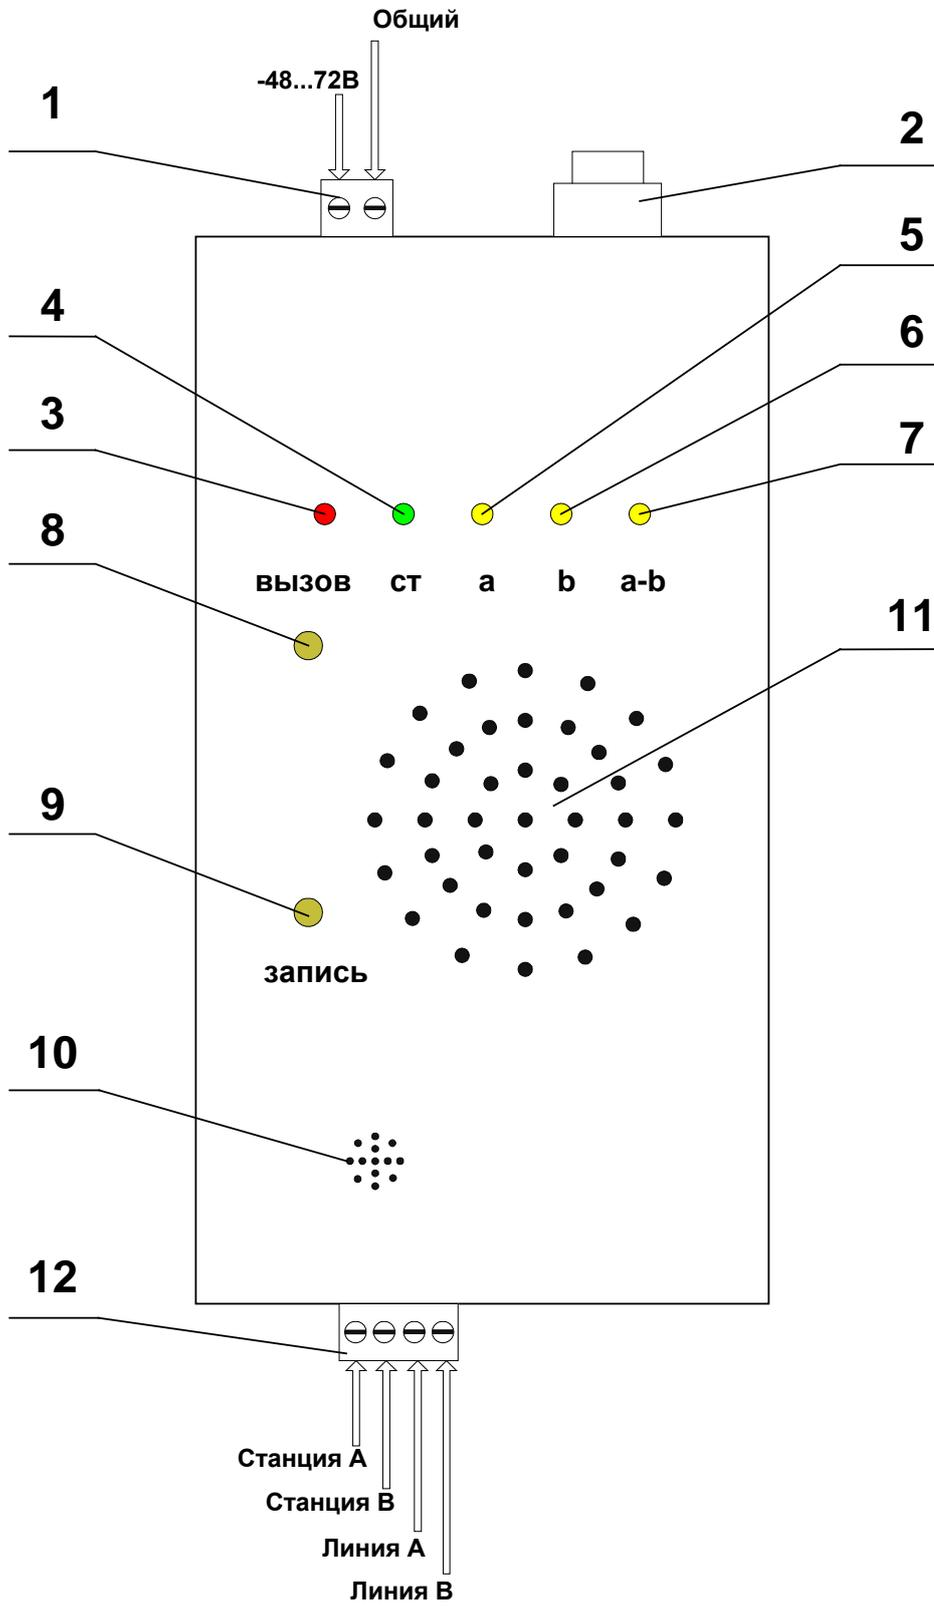

Рис.1
- (1) -разъем для подключения к источнику питания - стационарной батарее (см. рис. 1);
- (2) - выключатель питания (см. рис. 1);
- (3) – индикатор «Вызов»(см. рис. 1);
- (4) – индикатор «Станция» (см. рис. 1);
- (5) – индикатор «А» (см. рис. 1);
- (6) – индикатор «В» (см. рис. 1);
- (7) – индикатор «А-В» (см. рис. 1);
- (8) – клавиша «Вызов» (см. рис. 1);
- (9) – клавиша «Запись» (см. рис. 1);
- (10) – встроенный микрофон (см. рис. 1);
- (11) – встроенный громкоговоритель (см. рис. 1);
- (12) -разъем для подключения к ячейке кросса (см. рис. 1).
1. Подключить «Изделие» через разъем (1, рис.1) к стационарной батарее с учетом указанной на рис.1 полярности.
2. Соединить ячейку кросса с разъемом (12, рис.1), учитывая указанное на рис.1 назначение выводов разъема.
3. Включить «Изделие» установив выключатель питания (2, рис.1) в положение «включено».
- б). Оставить сообщение оператору кросса. Набирает «6». После этого «Изделие» формирует звуковой сигнал о начале записи. Затем идет 10-секундная запись. По окончании прозвучит еще один звуковой сигнал, а на «Изделии» загорится индикатор «Вызов» (3, рис.1).
- г.) Вызов оператора кросса. Набирает «8». «Изделие» через встроенный громкоговоритель формирует акустический сигнал, сигнализирующий оператору о вызове. Монтер слышит в трубке сигнал контроля посылки вызова. Длительность сигнала – 1 секунда, пауза – 1 секунда. После нажатия оператором клавиши «Вызов» (8, рис.1) монтер может вести разговор
- а). Оставить сообщение монтеру. Для этого он нажимает клавишу «Запись» (9, рис.1). После этого загорится индикатор «Вызов» (3, рис.1), прозвучит звуковой сигнал и начнется 10-секундная запись. Запись осуществляется через встроенный микрофон (10, рис.1). По окончании записи прозвучит еще один звуковой сигнал, а индикатор «Вызов» погаснет.
- б). Прослушать сообщение, оставленное монтером. Если монтер оставил сообщение, на лицевой панели «Изделия» будет гореть индикатор «Вызов» (3, рис.1). После нажатия клавиши «Вызов» (8, рис.1), «Изделие» воспроизведет записанную фразу через встроенный громкоговоритель (11, рис.1).
- в.) Ответить на вызов монтера. Когда «Изделие» формирует акустический вызывной сигнал, нажатием на клавишу «Вызов» (8, рис.1) можно перейти в режим разговора с монтером.